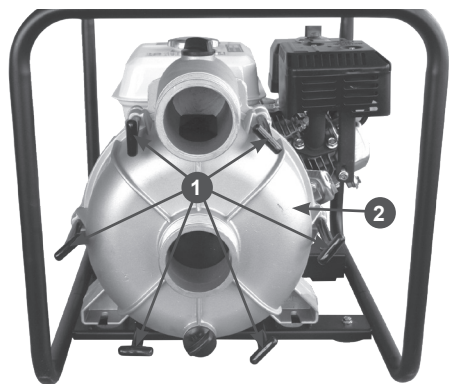

Рис. 19 Обслуживание водяного насоса
3. Открутите шесть Т-образных винтов 1 по периметру корпуса насоса и снимите крышку 2 корпуса насоса (Рис. 19).